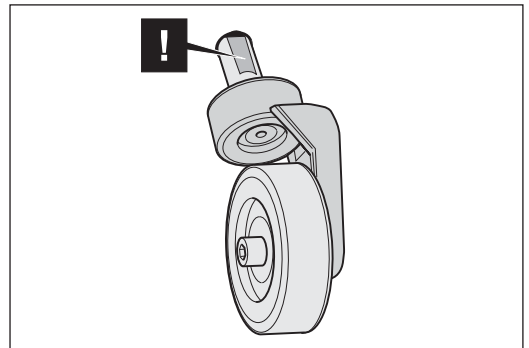

Abb. 56 Beim Einbau des Hinterrades in die Maschine die Fläche der Spornachse zur Schraube im Maschinengehäuse ausrichten.
- 11 Bauen Sie das komplette Hinterrad in umgekehrter Reihenfolge ein und befestigen Sie es wieder im Maschinengehäuse. Richten Sie dabei die Fläche der Spornachse (Abb. 56) zur Schraube im Maschinengehäuse aus.